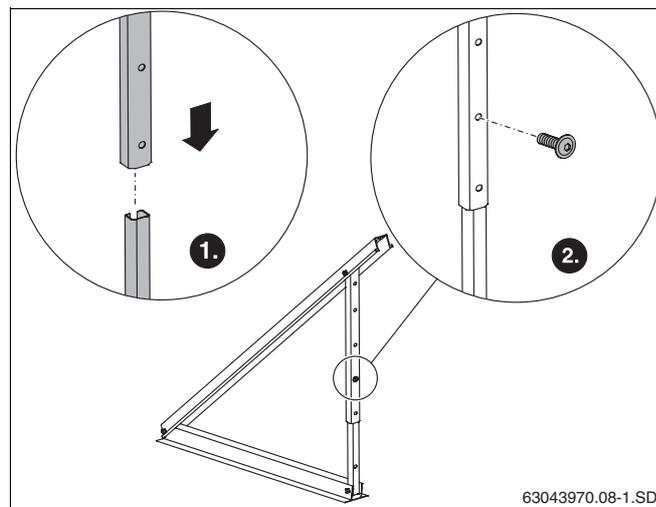

Fig. 11 Collegamento delle guide telescopiche
- ▶ Inserire le guide telescopiche l'una nell'altra e fissarle con la vite M8 × 20 (fig. 11).